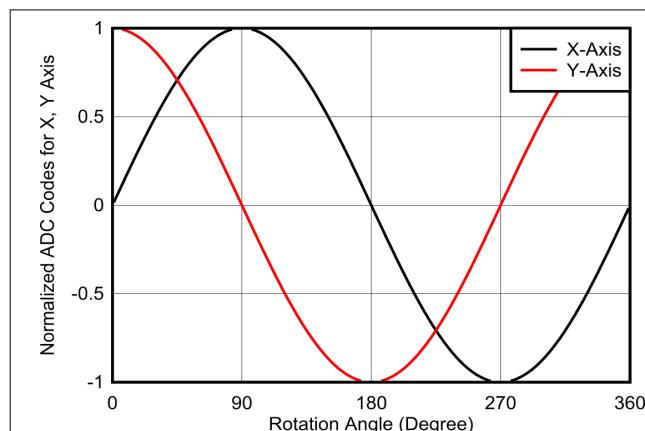

图 7-10. 进行同轴测量时 360 度全方位旋转的 X 和 Y 传感器数据
- 完整 360 度旋转的归一化图如图 7-10 或图 7-11 所示。